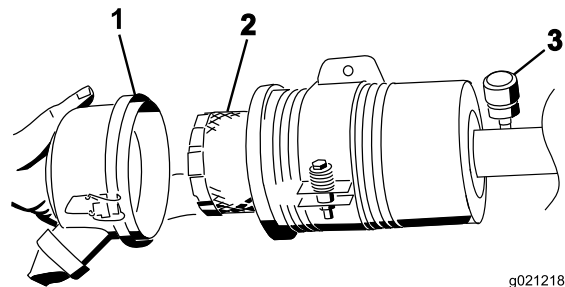

Figura 82
5. Togliete il filtro e sostituitelo (Figura 82).